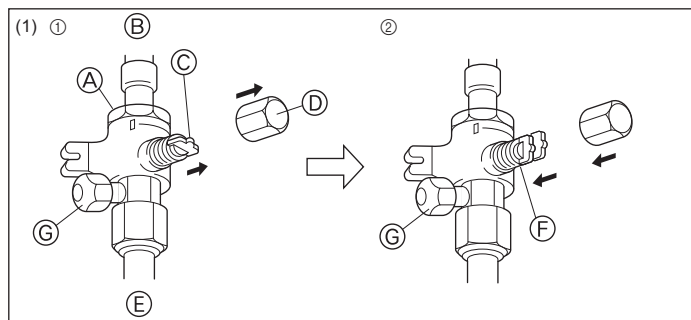
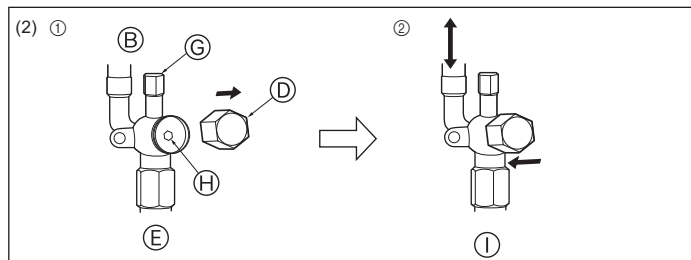

Fig. 4-6
Fig. 4-7
- (1) Сторона с газом (Fig. 4-6)
- ① Снимите колпачок, потяните ручку на себя и поверните на 1/4 оборота против часовой стрелки для открытия.
- ② Убедитесь в том, что запорный кран полностью открыт, надавите на ручку и поверните колпачок в первоначальное положение.
- (2) Сторона с жидкостью (Fig. 4-7)
- ① Снимите колпачок и поверните шток золотника против часовой стрелки до упора, используя для этой цели 4 мм шестиугольный гаечный ключ. Прекратите поворачивать шток в момент, когда тот достигнет стопора. (ø6,35: Приблизительно 4,5 оборотов) (ø9,52: Приблизительно 10 оборотов)